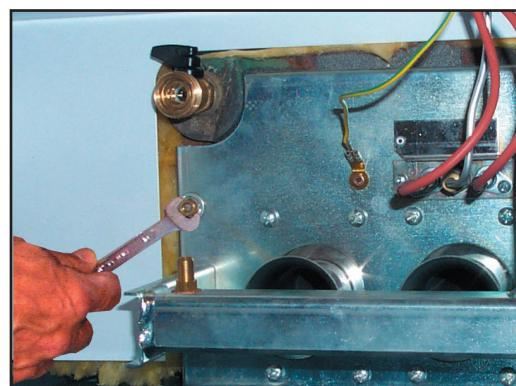

fig. 7
- Dévisser les deux boulons fixant la porte de la chambre de combustion aux éléments en fonte de la chaudière (fig. 7)